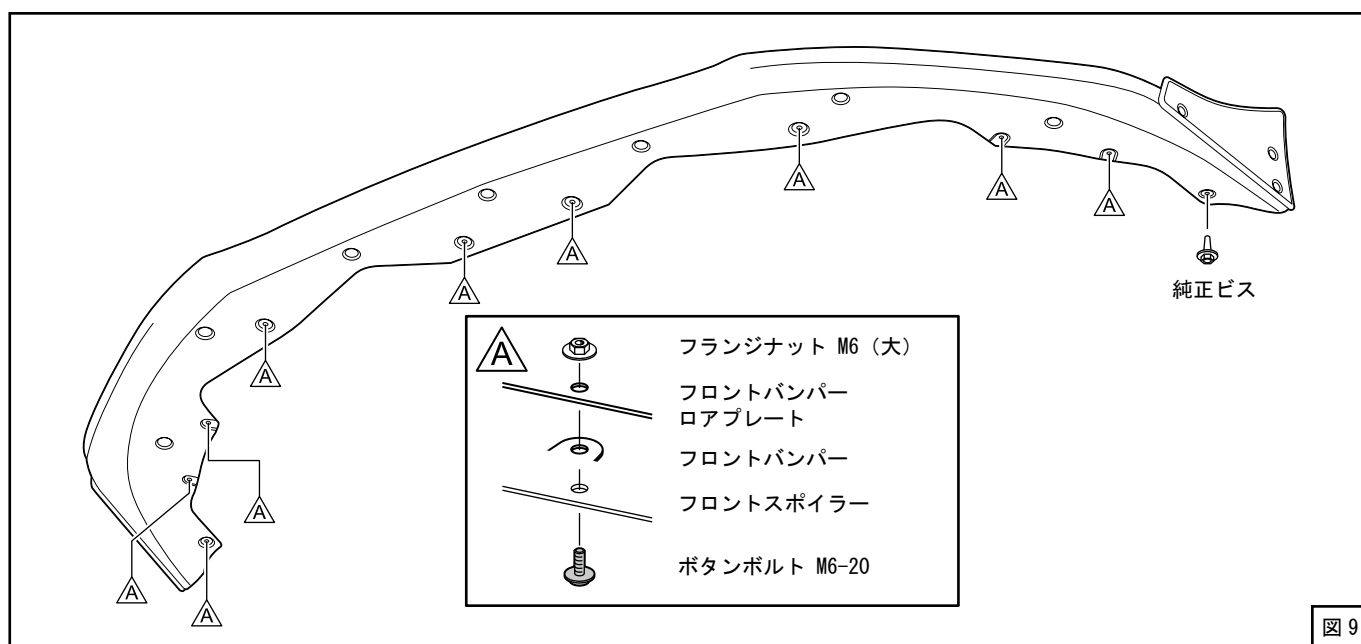

図 9
- (9) 両面テープの剥離紙を切れないようにゆっくりと剥がし、フロントスポイラーを押し当てながら両面テープを貼付けてください。
- (10) ボタンボルト M6-20 とフランジナット M6 (大)、純正ビスを使用してフロントスポイラーとフロントバンパーロアプレートを取付けてください。(図 9) ボタンボルトのねじ部にはねじロック剤 (LOCTITE243 相当品) を塗布してください。